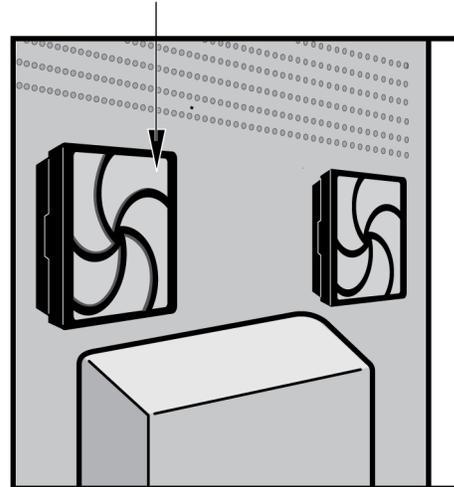

Figura 9-20. Filtro sostitutivo e griglia di protezione montati
7. Inserire in posizione il coperchio e il filtro insieme. Premere con decisione i lati del coperchio sull'alloggiamento della ventola finché il tassello non scatti correttamente sopra la ventola. Premere la base del coperchio finché il tassello non scatti correttamente sopra la ventola. Vedere la Figura 9-20.